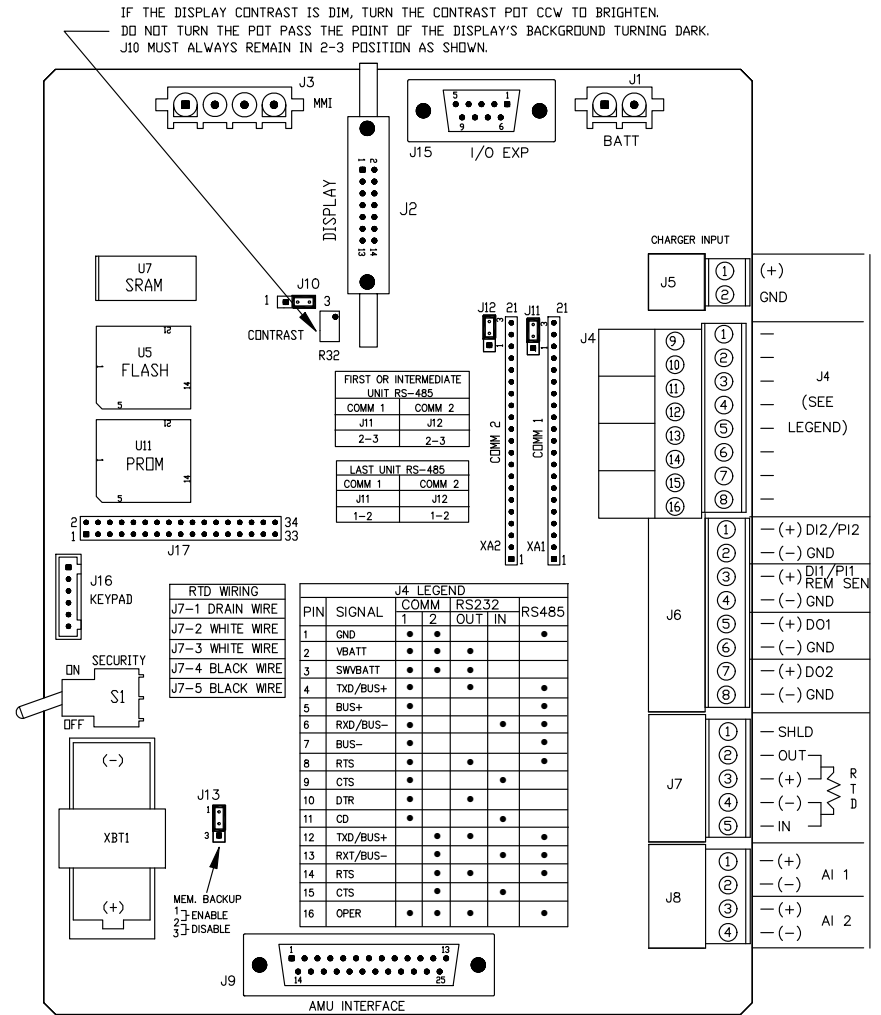

Abbildung 5 (XFC-Layout)
7. Installieren Sie den RTD, und schließen Sie ihn an die Lüsterklemme J7 auf der XFC-Platine an. Die XRC-Platine ist nicht mit RTD-Eingängen ausgestattet. (Siehe Abbildung 5)
5. Schließen Sie die RTD-Sonde wie folgt an den RTD-Anschluss des XFC an: Vor dem Anschließen des Kabels an die Lüsterklemme die Kabelschuhe abtrennen, sofern diese noch angebracht sind, und die Aderenden etwa 0,5 cm weit abisolieren. Lüsterklemme J7 von der XFC-Elektronikplatine abnehmen. (Siehe Abbildung 5)